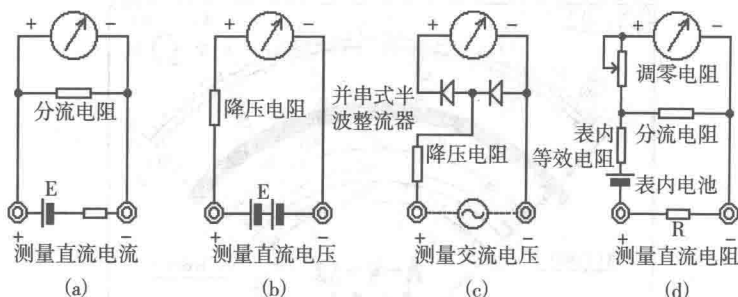

图 1-3 万用表基本工作原理图
万用表的基本原理是利用一只灵敏的磁电式直流电流表（微安表）做表头，微小电流通过表头，就会有电流指示。但表头不能通过较大的电流，所以，必须在表头上并联与串联一些电阻进行分流或降压，从而测出电路中的电流、电压和电阻，如图 1-3 所示。
(1) 测直流电流的基本原理如图 1-3 (a) 所示。在表头上并联一个适当的电阻（分流电阻）进行分流，就可以扩展电流量程。改变分流电阻的阻值，就能改变电流测量的范围。
(2) 测直流电压的基本原理如图 1-3 (b) 所示。在表头上串联一个适当的电阻（降压电阻）进行降压，就可以扩展电压量程。改变降压电阻的阻值，就能改变电压的测量范围。
(3) 测交流电压的基本原理如图 1-3 (c) 所示。因为表头是直流表，所以测量交流电压时，需加装一个并、串式半波整流电路，将交流进行整流，变成直流后再通过表头，这样就